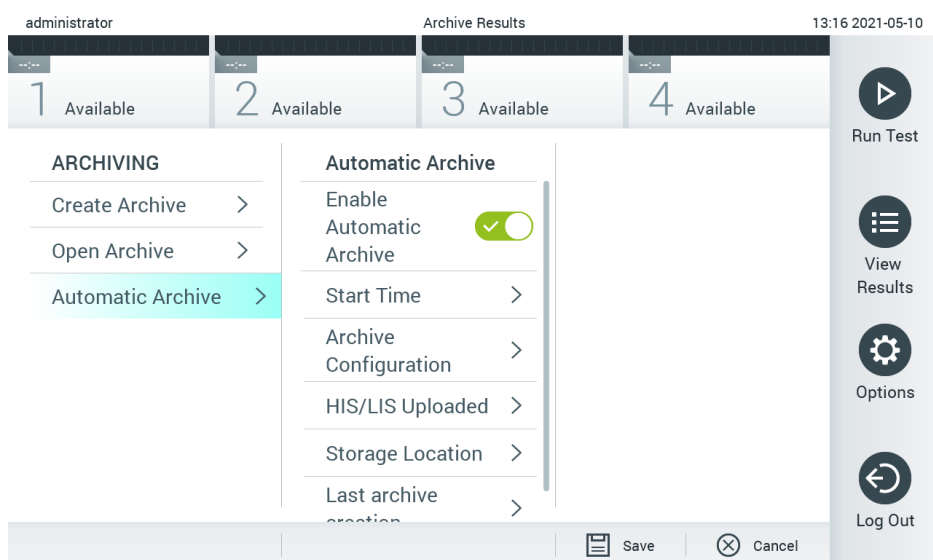

図 58. Automatic archive (自動アーカイブ) オプション。
2. **Automatic Archive** (自動アーカイブ) を押して、機能を有効にします (図 58)。